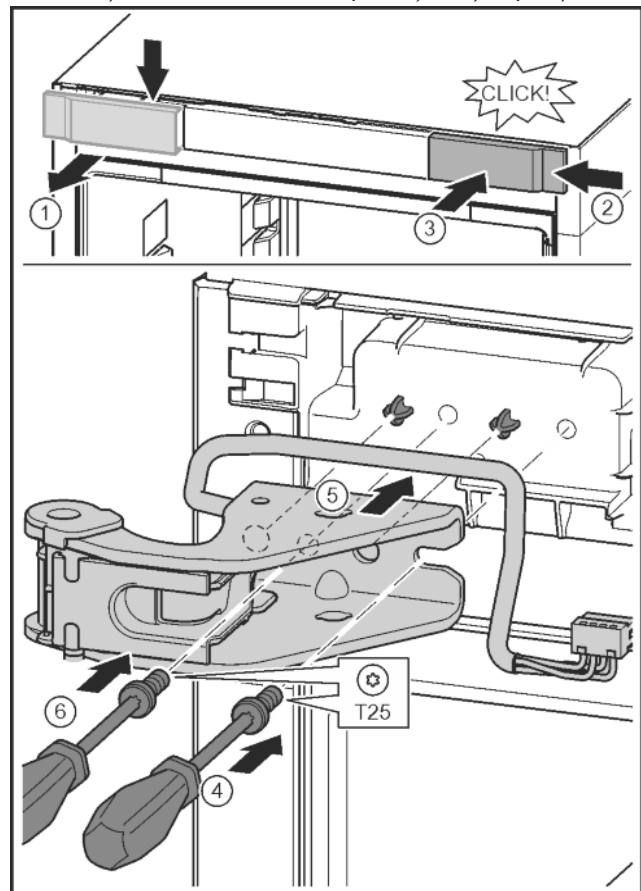

Fig. 33
- ▶ Desprindeți capacul și scoateți-l în lateral. Fig. 33 (1)
- ▶ Acroșați pe cealaltă parte din dreapta capacul rotit cu 180°. Fig. 33 (2)
- ▶ Fixați capacul în poziție. Fig. 33 (3)
- ▶ Aplicați șurubul cu șurubelnița T25. Fig. 33 (4)
- ▶ Aplicați suportul de lagăr superior. Fig. 33 (5)
- ▶ Înșurubați ferm șurubul. Fig. 33 (4)
- ▶ Introduceți șurubul cu șurubelnița T25 și înșurubați ferm. Fig. 33 (6)